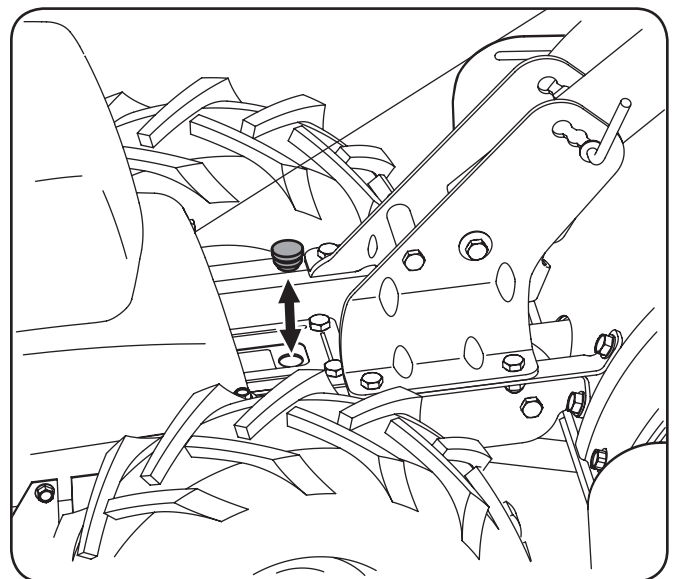

Figure 6-1
3. Retire el tapón de llenado de aceite de la caja de transmisión y observe el interior del orificio de llenado de aceite para localizar el eje principal situado por debajo del agujero. Ver fig. 6-1.